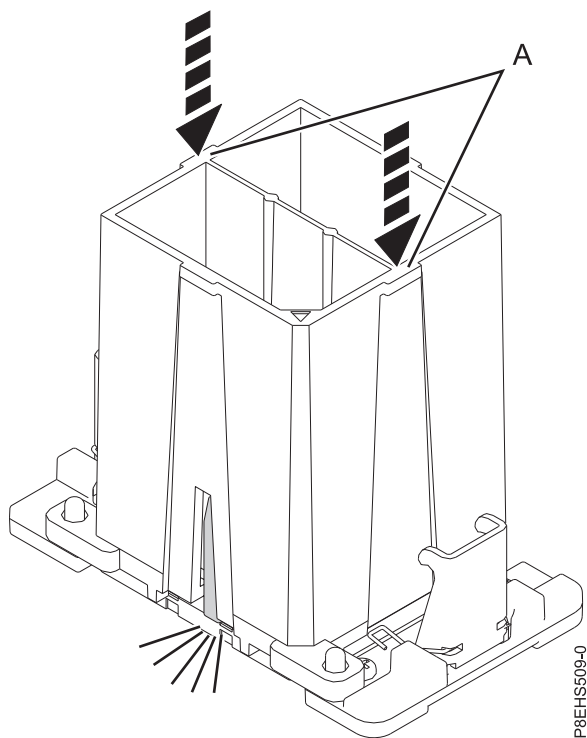

図 75. システム・プロセッサ・モジュールをツールにロック
- c. 取り外しツール (A) がシステム・プロセッサ・モジュールの上部に乗った状態で、ツールを押し下げて、システム・プロセッサ・モジュールをツールにロックします (70 ページの図 75 を参照)。ツールの両方のあご部がシステム・プロセッサ・モジュールにロックされていることを確認します。指示があるまで青色のリリース・タブを押さないでください。